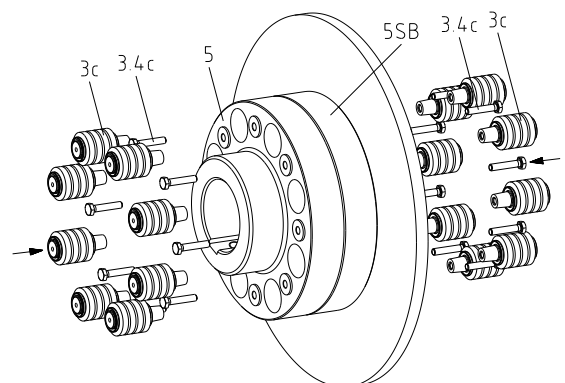

Bild 18
- Setzen Sie die Bolzen (Bauteil 3c) in die größeren Bohrungen der Nabe Teil 5 bzw. FN-Nabe Teil 5SB ein (siehe Bild 18).
- Verschrauben Sie die Bolzen mit den Sechskantschrauben (Bauteil 3.4c) und ziehen diese mit einem Drehmomentschlüssel gleichmäßig auf die in Tabelle 6 angegebenen Anziehdrehmomente an (siehe Bild 18).